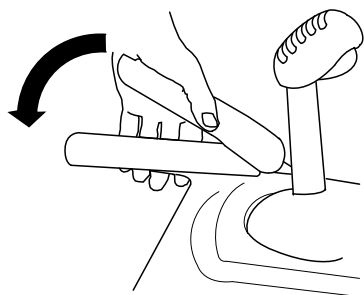

Figura 5
3. Apăsai maneta din stânga (maneta de traciune) către mâner (Figura 5).
6. Apăsai maneta din stânga (maneta de traciune) către mâner (Figura 5).